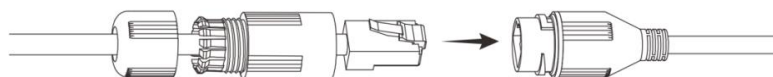

Рисунок 6.8 — Соединение разъёма RJ-45
3. Соедините разъем RJ-45 сетевого кабеля с разъемом RJ-45 кабеля видеокамеры (Рисунок 6.8).